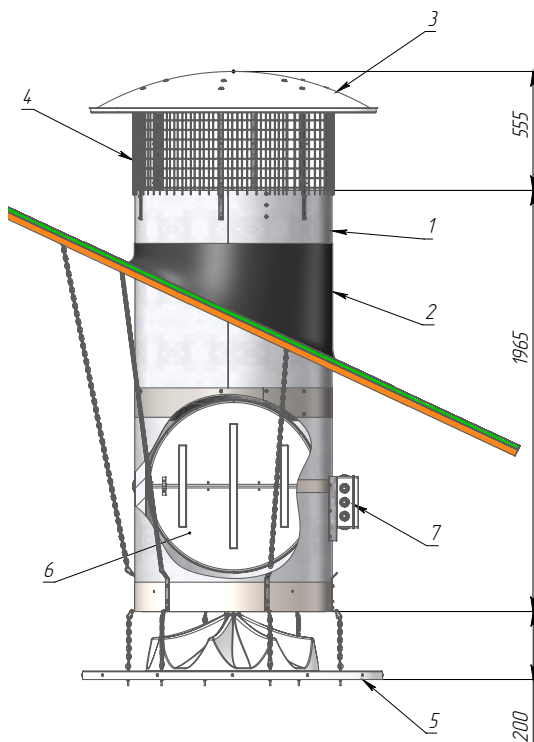

Рис. 2 – Устройство и габаритные размеры камина VBP с управляемым клапаном
3.2 Габаритные размеры приточного вентиляционного камина типа VBP с управляемым клапаном (Рис. 2)
4.1 Приточный вентиляционный камин типа VBP - вариант 1 (Рис. 2, Таблица 7).